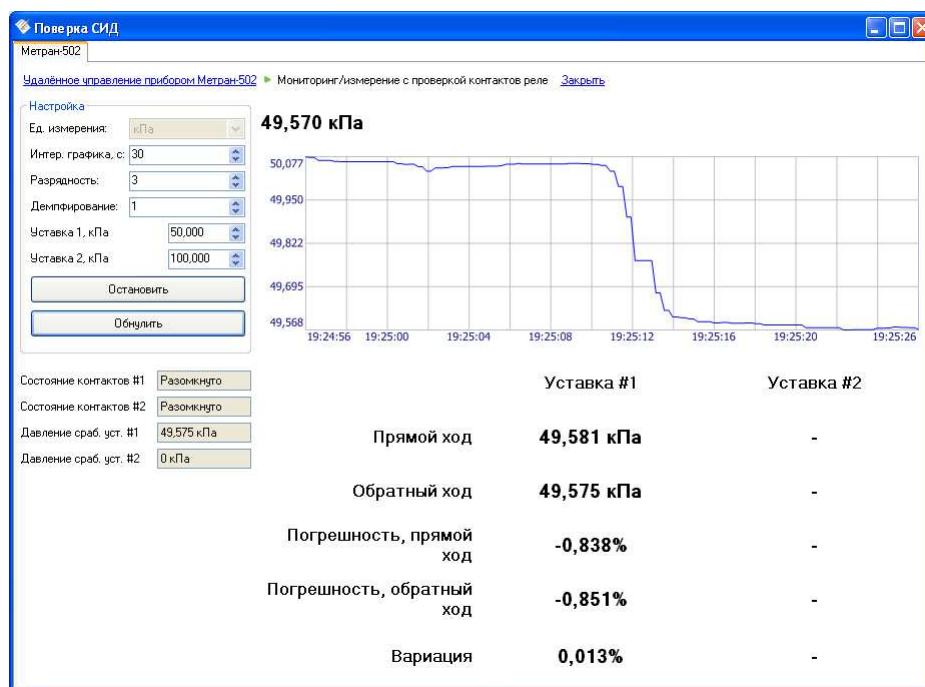

Рисунок 4.56 – Режим проверки сигнальных устройств (реле давления)
- Мониторинг реле (см. Рисунок 4.56).
В окне программы расположены следующие компоненты (см. Рисунок 4.56):